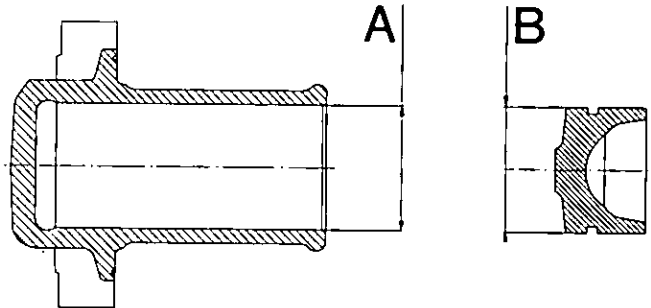

Fig. 206 - Diametro del pistone e del cilindro di sollevamento.
Controllare il diametro del pistone e quello del cilindro di sollevamento, confrontandoli con quelli riportati nelle tabelle dei limiti di usura (Fig. 206). Verificare che le scanalature dell'albero di sollevamento non presentino usure eccessive o danneggiamenti.
- Controllare il diametro del pistone e quello del cilindro di sollevamento confrontandoli con quelli riportati nelle tabelle dei limiti di usura (fig. 206).
- portare la leva del sollevatore nella posizione più alta del settore, svitare lentamente la vite di registro (A) fino a fare scaricare la valvola di sovrappressione.